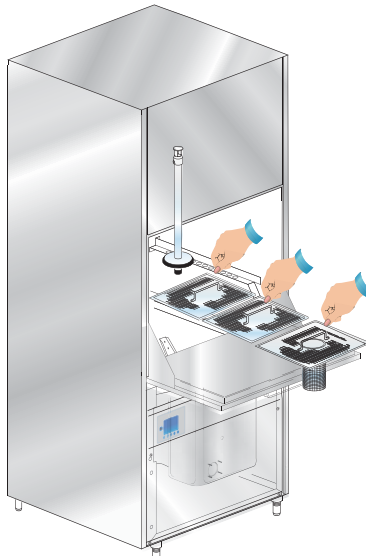

Fig. 2
- Togliere i filtri di superficie e pulirli sotto l'acqua corrente (vedi fig. 2). Scaricare l'acqua della vasca (vedi par. 3.1.3).